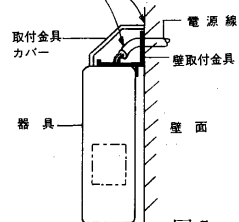

图 5
- ①片面灯を壁に取り付ける場合には、専用の壁直付金具FBA-12(別売)を先に、木ねじ又はボルトで壁に取り付け、本体内側より2個の飾りナットで確実に締め付けて固定してください。また天井に取り付ける場合、器具の前面方向矢印と専用の天井直付金具FA-12(別売)に刻印してあります前面方向矢印との向きを合せ、先に天井直付金具を木ねじ又はボルトで天井に取り付け、本体内側より2個の飾りナットで確実に締め付け固定してください。
- ②両面灯を取り付ける場合も片面灯と同様に、別売の天井直付金具を使用して前面矢印方向の向きを合せ、器具を取り付けてください。
- ③片面灯、両面灯とも、パイプ吊りには専用のパイプ吊り装置(PW-326.PW-526.PW-826)が用意してありますので別途ご用意ください。
- ④FBK-1107. FBK-1108を1本吊りする場合、パイプ吊り装置(PW-311N. PW-511N. PW-811N)と天井直付金具FA-12を組合せてご使用ください。
- ⑤FBK-2107. FBK-2108はパイプによる1本吊りはできません。
- ⑥片面灯、両面灯とも、電源線を引き込み器具上面の端子台に結線してください。天井または壁と直付金具カバーの間にすき間があかないよう、じゅうぶんに電源線を押し込んでください。(図5)